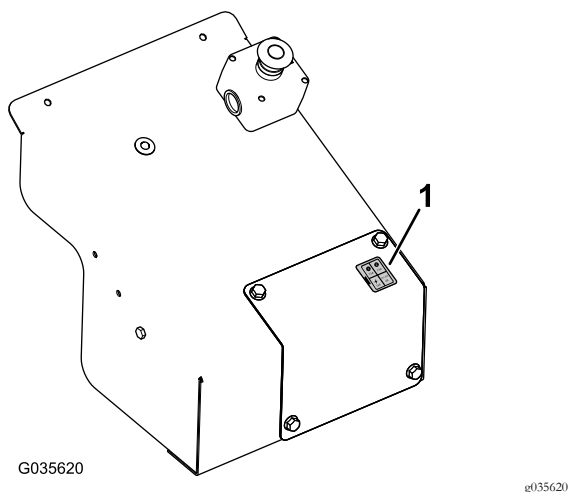

図 22
13. 手動優先操作のカバーにヒューズのデカルを貼り付ける(図 22)。